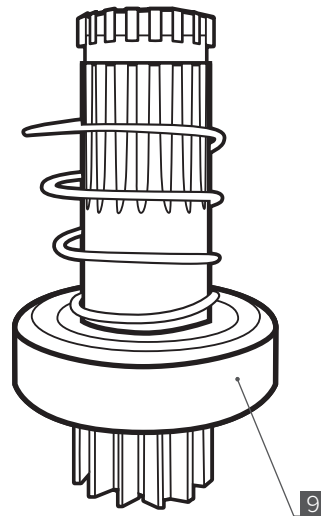

Рис. 5
6. Выпрессуйте вал привода первой ступени (Рис. 5) из корпуса и спрессуйте с него подшипник [9].
1. На вал привода первой ступени редуктора [3] из комплекта напрессуйте подшипник [9] (Рис. 5) и установите его в корпус редуктора.